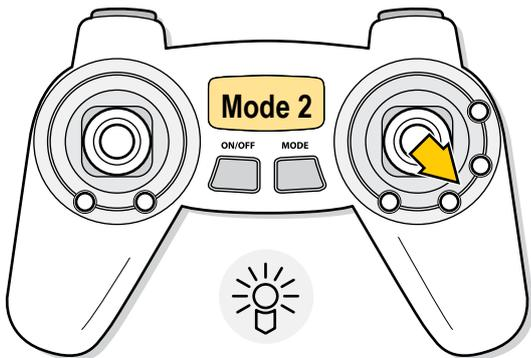

Abb. 25
- > MODE 2: Bewegen Sie den QUERRUDER/HÖHENRUDER-Stick diagonal in die rechte, untere Ecke (siehe [Abb. 25]). Die LEDs schalten sich ein oder aus, je nach ihrem Status.